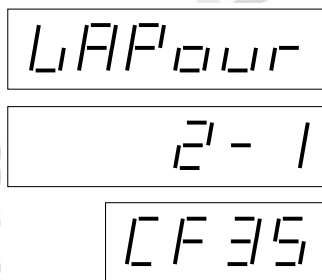

Рис. 24 Значения, отображаемые при калибровке
- в строке цены за единицу сначала отобразится время в секундах, которое остается до завершения стабилизации вакуумного насоса (*см. параметр V-2*), а затем текст „CFxx“ (Calibration Flow), где xx – калибровочные расходы *см. рис. 24.* После успешного завершения калибровки отсасывания в строке цены за единицу отобразится „OK“, после чего надо повесить пистолет.